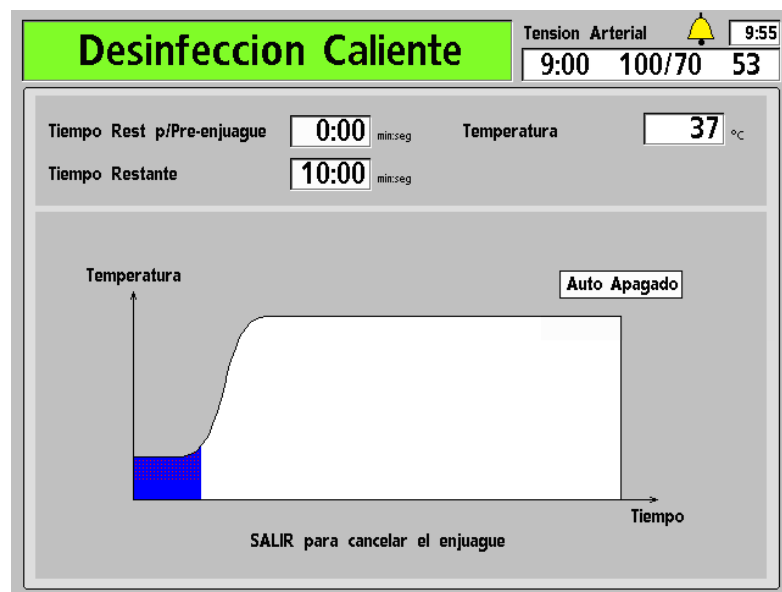

Figura 94 – Pantalla “Desinfección Caliente”
2. Desde la pantalla “Seleccione el Programa”, seleccione el botón **Desinfección Caliente**. La pantalla “Desinfección Caliente” aparece en la pantalla del panel de control (vea Figura 94). Si la máquina no fue enjuagada antes, ejecutará un enjuague corto (diez minutos) o un enjuague extendido (20 minutos) automáticamente, según la configuración de la máquina en el modo de servicio.
6. Regrese los conectores a sus puertos cuando se le indique (la máquina emitirá un bip cada 30 segundos hasta que los conectores se inserten nuevamente en los puertos de enjuague). La siguiente pantalla que aparece es la de “Desinfección Caliente” (vea Figura 94 – Pantalla “Desinfección Caliente”). La máquina ejecutará automáticamente un breve enjuague (diez minutos) o un enjuague extendido (20 minutos) dependiendo de cómo fue configurada la máquina en modo de servicio. La Desinfección Caliente se inicia en cuanto la temperatura del agua alcanza los 176 °F/80 °C. El tiempo del programa puede ajustarse de manera interna para que se ejecute entre 10 y 60 minutos.